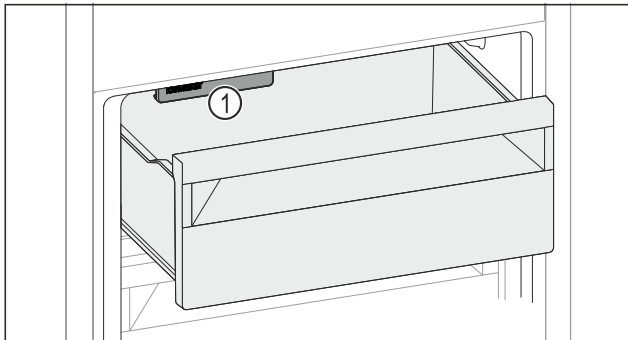

Fig. 227
- ▶ IceMaker Fig. 227 (1) berücksichtigen.